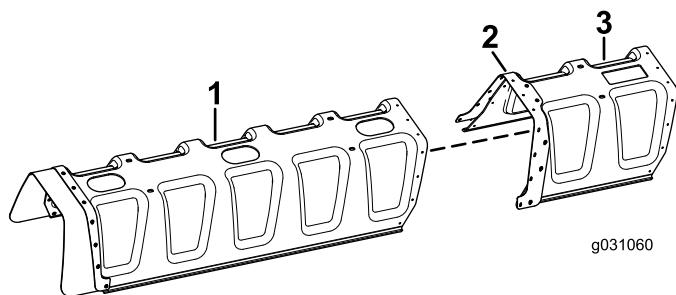

Bild 5
1. Flüchten Sie die Löcher an der Auslegerabdeckung für 11 Düsen mit den Löchern in der Verstärkungsplatte aus, die an der Auslegerabdeckung für 12 Düsen befestigt ist (Bild 5).